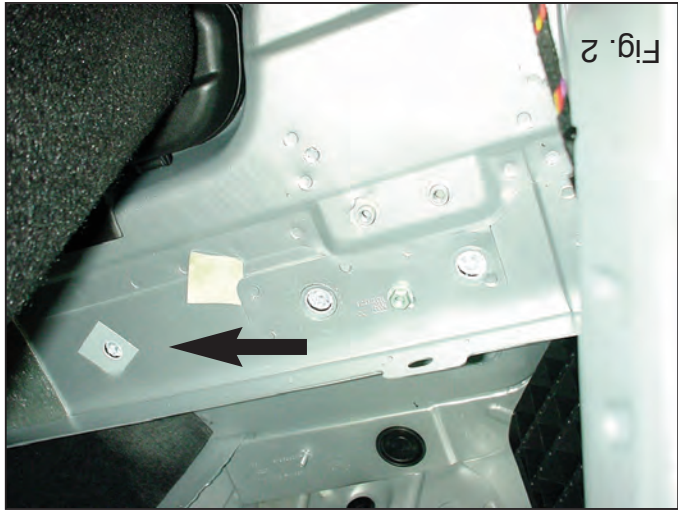

Fig. 2
1. Verwijder de bekleding van de bodenvloer. Verwijder het kunststof-achterpaneel en neem het linker en rechter zijpaneel gedeeltelijk los, zodat de bevestigingspunten bereikbaar zijn. Verwijder de stickers uit de kofferbakbodem t.p.v. de bevestigingspunten. (zie fig. 2.) Demonteer de bumper en maak het hitteschild en de laatste uitlaatophanging los. Zaag het aangegeven deel uit de bumper met behulp van de sjabloon. (Sja-bloon op buitenzijde van de bumper plaatsen).
1. Remove the bootmat. Remove the plastic back panel and detach the left and right side panels to access the points of attachment. Remove the stickers from the fixing points in the base of the luggage compartment (see fig. 2). Remove the bumper and loosen the heat shield and the last exhaust suspension. Use the template to saw out the indicated section from the bumper. (place the template on the outside of the bumper).
1. Die Fußbodenverkleidung entfernen. Die Kunststoff-Rückwand entfernen und die linke und rechte Seitenwand teilweise lösen, so dass die Befestigungspunkte erreichbar sind. Die Aufkleber auf dem Boden des Kofferraums bei den Befestigungspunkten entfernen (siehe Abb. 2). Die Stoßstange demontieren und das Hitzeschild sowie die letzte Auspuff-
2. Déposer le revêtement du plancher du fond. Enlever le panneau arrière en plastique et détacher partiellement le panneau latéral à gauche et à droite afin d'accéder aux points de fixation. Enlever les autocollants du fond du coffre à l'emplacement des points de fixation (voir fig. 2).
1. Z podłogi należy zdjąć wykładzinę. Usunąć tylny panel wykonany z tworzywa sztucznego i podłuzować prawy i lewy panel, tak by punkty montażowe były dostępne. Usunąć nalepki z dna bagażnika w punktach mocujących. (patrz rys. 2). Zdemonstrować zderzak i zlizować osłonę termiczną ostającego tylnego wieszaka nury wyłotowej. Wyłotować wskazany odciniek zderzaka korzystając z szablonu. (szablon umieścić na zewnątrz stronie zderzaka). (patrz rys. 3).
1. Déposer le revêtement du plancher du fond. Enlever le panneau arrière en plastique et détacher partiellement le panneau latéral à gauche et à droite afin d'accéder aux points de fixation. Enlever les autocollants du fond du coffre à l'emplacement des points de fixation (voir fig. 2).
2. Demontieren Sie das Unterbodenverkleidungsmaterial des Bodens. Entfernen Sie teilweise das Kunststoffblech auf der linken und rechten Seite des Koffers, um den Befestigungspunkt der Befestigungspunkte zu erreichen. Entfernen Sie die Klebeflächen des Bodens des Koffers an den Befestigungspunkten (siehe Abb. 2).
4. Déposer le revêtement du plancher du fond. Enlever le panneau arrière en plastique et détacher partiellement le panneau latéral à gauche et à droite afin d'accéder aux points de fixation. Enlever les autocollants du fond du coffre à l'emplacement des points de fixation (voir fig. 2).